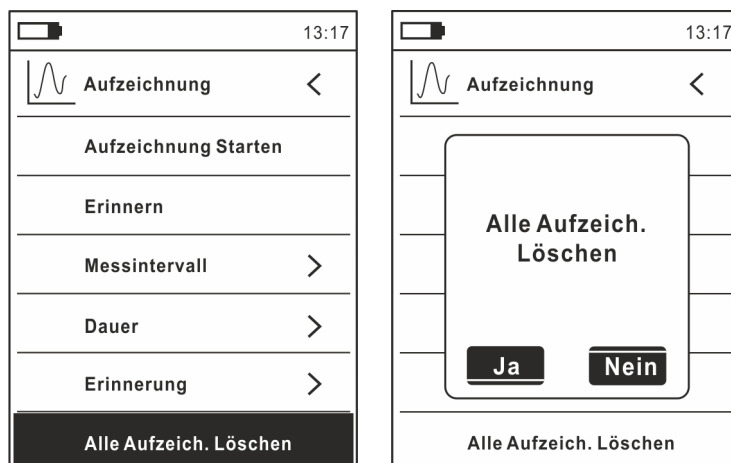

Abb. 42: Data Logger Funktion – Löschung von allen Aufzeichnungen
26. Wählen Sie den Eintrag "Alle Aufz. Löschen" (siehe Abb. 42 – linke Seite) und drücken Sie die Taste ☰. Die Bildschirmseite in Abb. 42 – rechte Seite erscheint im Display.